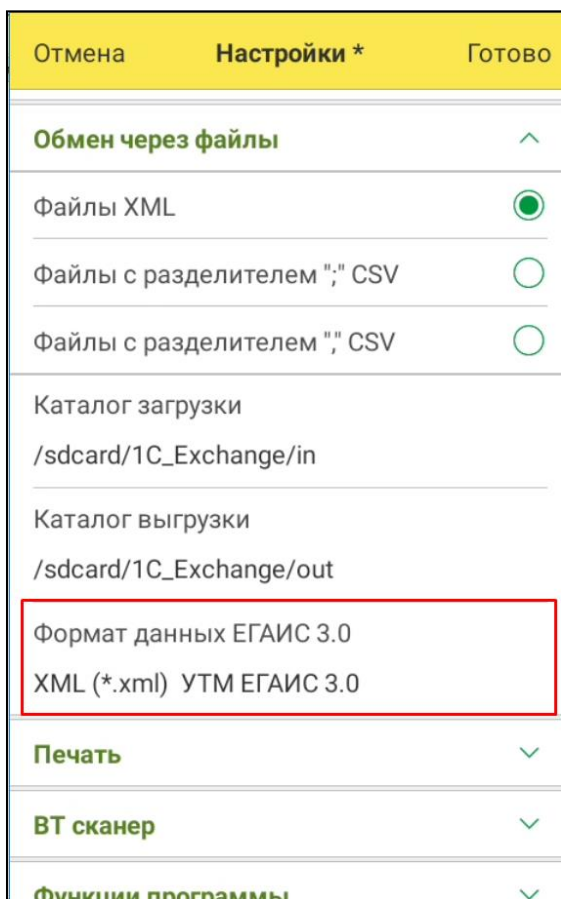

Рис. 5.16 - Обмен документами
- 2) В настройках необходимо указать, что обмен будет производиться в формате УТМ. (Рис. 5.16)